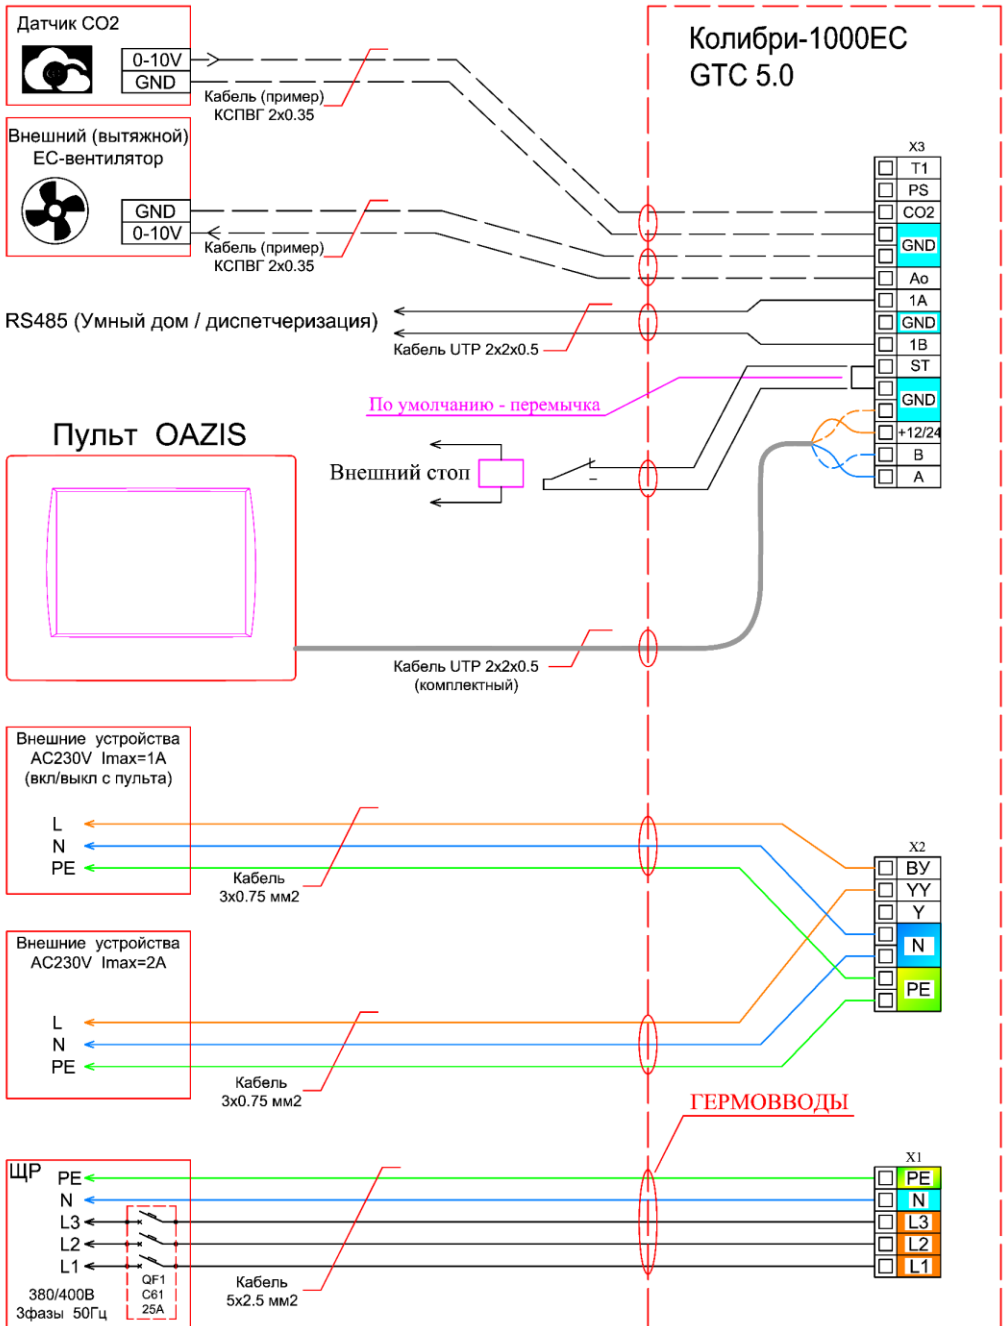

Рис. 4
Подключение К-1000ЕС производится в соответствии со схемами (См. Рис. 4 и Рис. 5), «пропуская» кабели через установленные в корпусе гермовводы (11).